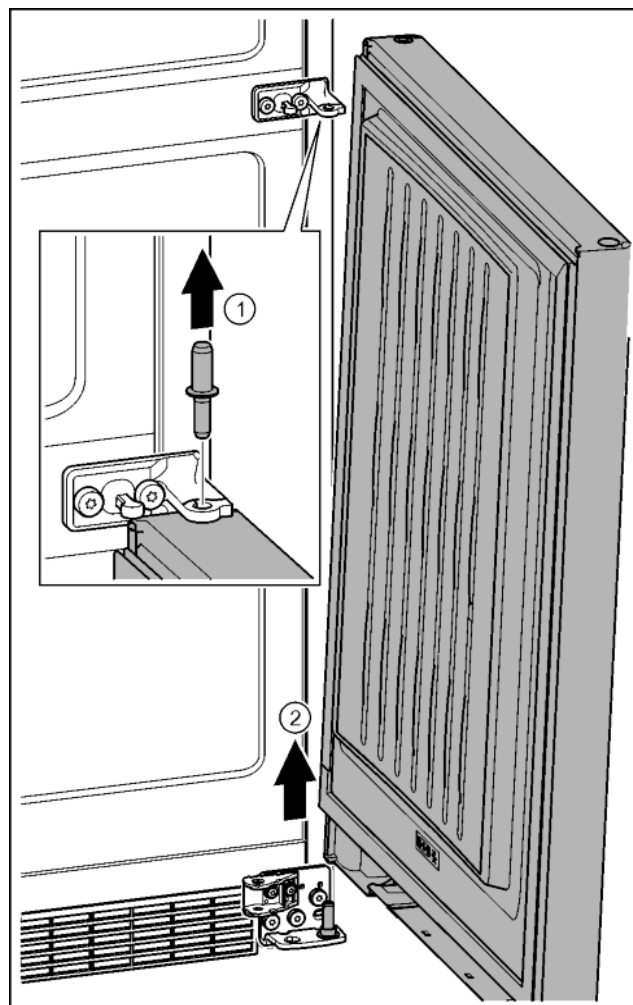

Fig. 21
- ▶ Čep vytáhněte nahoru. *Fig. 21 (1)*
- ▶ Dveře vysadíte, vytáhněte nahoru a odložte stranou. *Fig. 21 (2)*